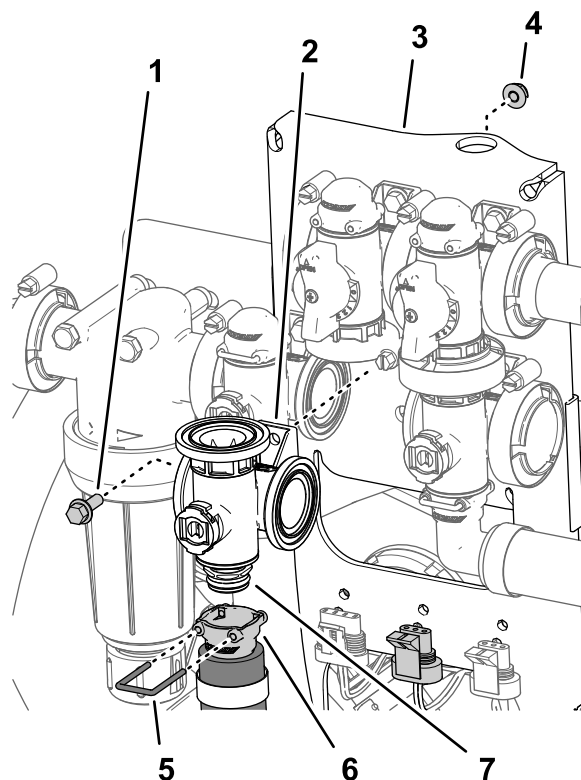

図 116
2. 攪拌バルブ用のマニホールドカップリングにクイックディスコネクトソケットを固定しているカップリングを外す 図 116。
3. 攪拌バルブをバルブマウントに固定しているフランジヘッドボルト $\frac{1}{4} \times \frac{3}{4}$ "とフランジロックナット $\frac{1}{4}$ "を外してバルブマニホールドを機体から取り外す 図 116。